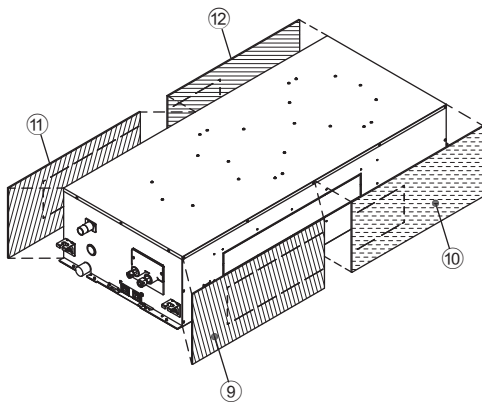
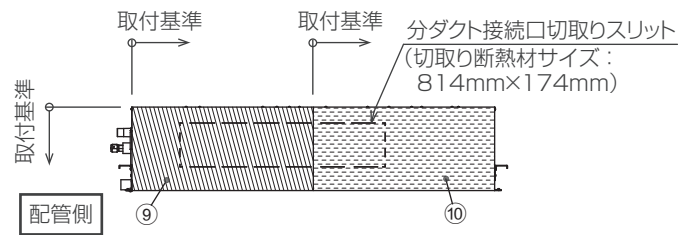
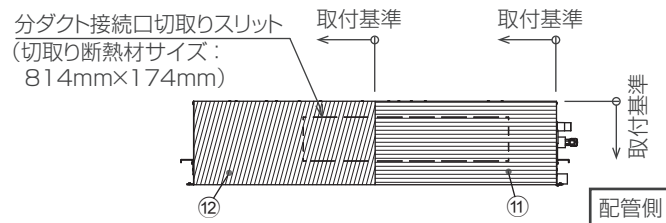

図10
図11
図12
1. 室内ユニット配管側から見て右側板に断熱材⑨、⑩を取付けます。(図10、図11)
2. 室内ユニット配管側から見て左側板に断熱材⑪、⑫を取付けます。(図10、図12)